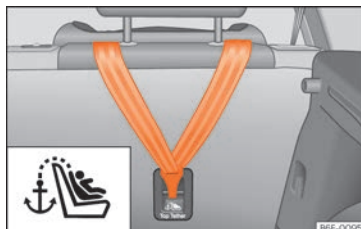

Abb. 38 Rückseite der Rücksitzbank: Halteösen für den Top Tether Haltegurt.
einrastet. Wenn der Kindersitz über eine Top Tether* Befestigung verfügt, befestigen Sie ihn an der entsprechenden Öse »» **Abb. 38**. Herstellerangaben befolgen.
- Befestigungsgurt durchziehen und ordnungsgemäß an der Verankerung an der Rückseite der Rückenlehne befestigen »» **Abb. 38**.